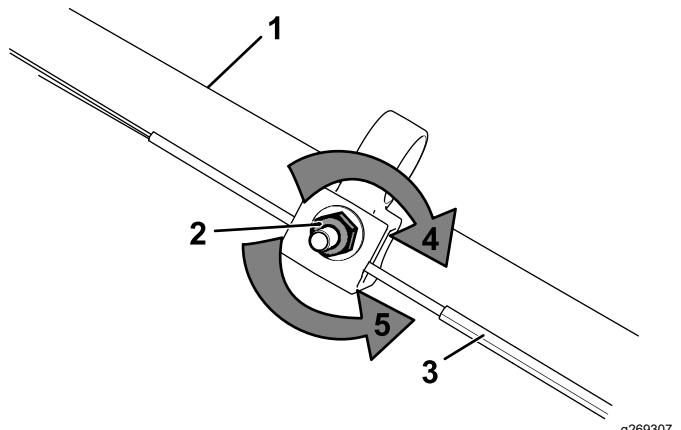

Рисунок 34
2. Отрегулируйте натяжение троса (Рисунок 34), потянув его назад или вперед, затем удерживайте в этом положении.
1. Поверните регулировочную гайку против часовой стрелки, чтобы ослабить натяжение троса (Рисунок 34).